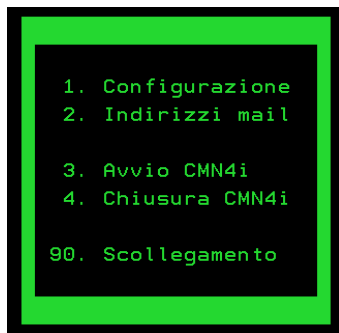

fig. 1
La configurazione avviene tramite un utente dedicato sull' IBM i (utente CMN4i) oppure lanciando il comando CMN4i/CMN4i da riga comandi. Il menù iniziale è il seguente (fig.1):
- "N" = No → il programma deve essere avviato manualmente con il punto 3. del MENU01 (fig. 1).